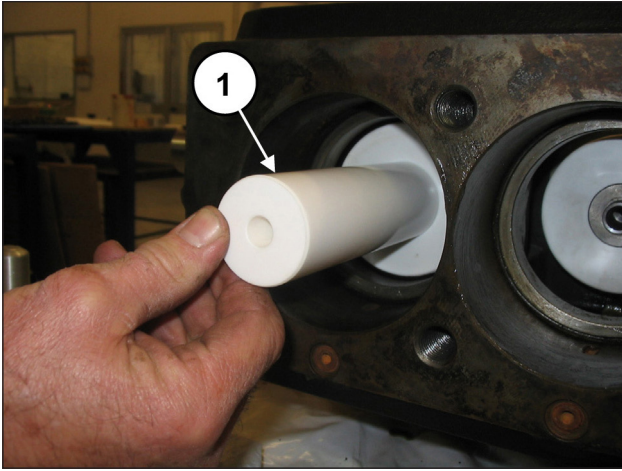
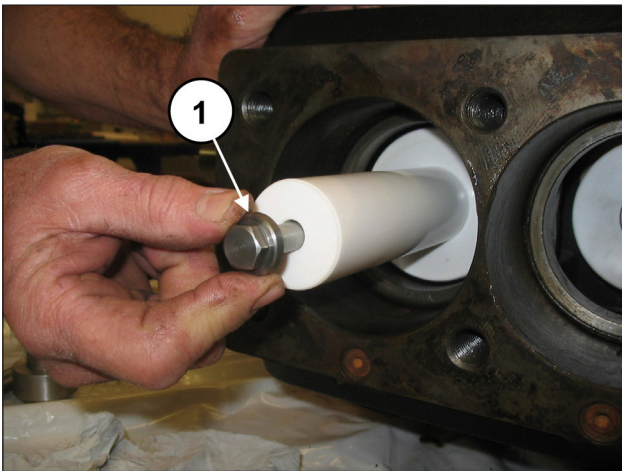

Fig. 165
Fig. 166
Montar los pistones en sus guías (pos. ①, Fig. 165) y fijarlos como en la pos. ①, Fig. 166.